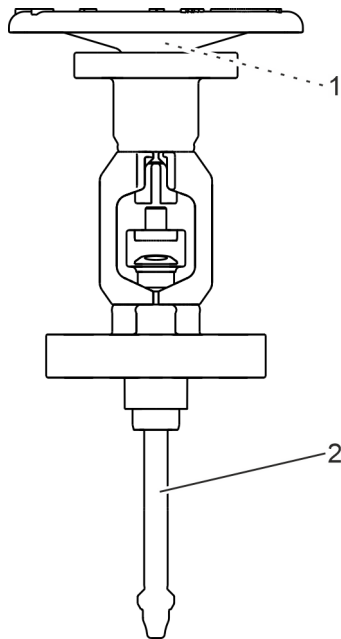

Abb. 25: Spindel herausdrehen
- 11. ➤ Spindel (Abb. 25/2) aus der Gewindebuchse (Abb. 25/1) herausdrehen.